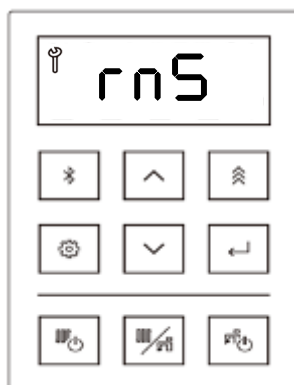

Figure 155
17. Après 60 minutes de rinçage, l'écran affiche « rnS » (rinçage) (figure 155) et un signal sonore retentit.